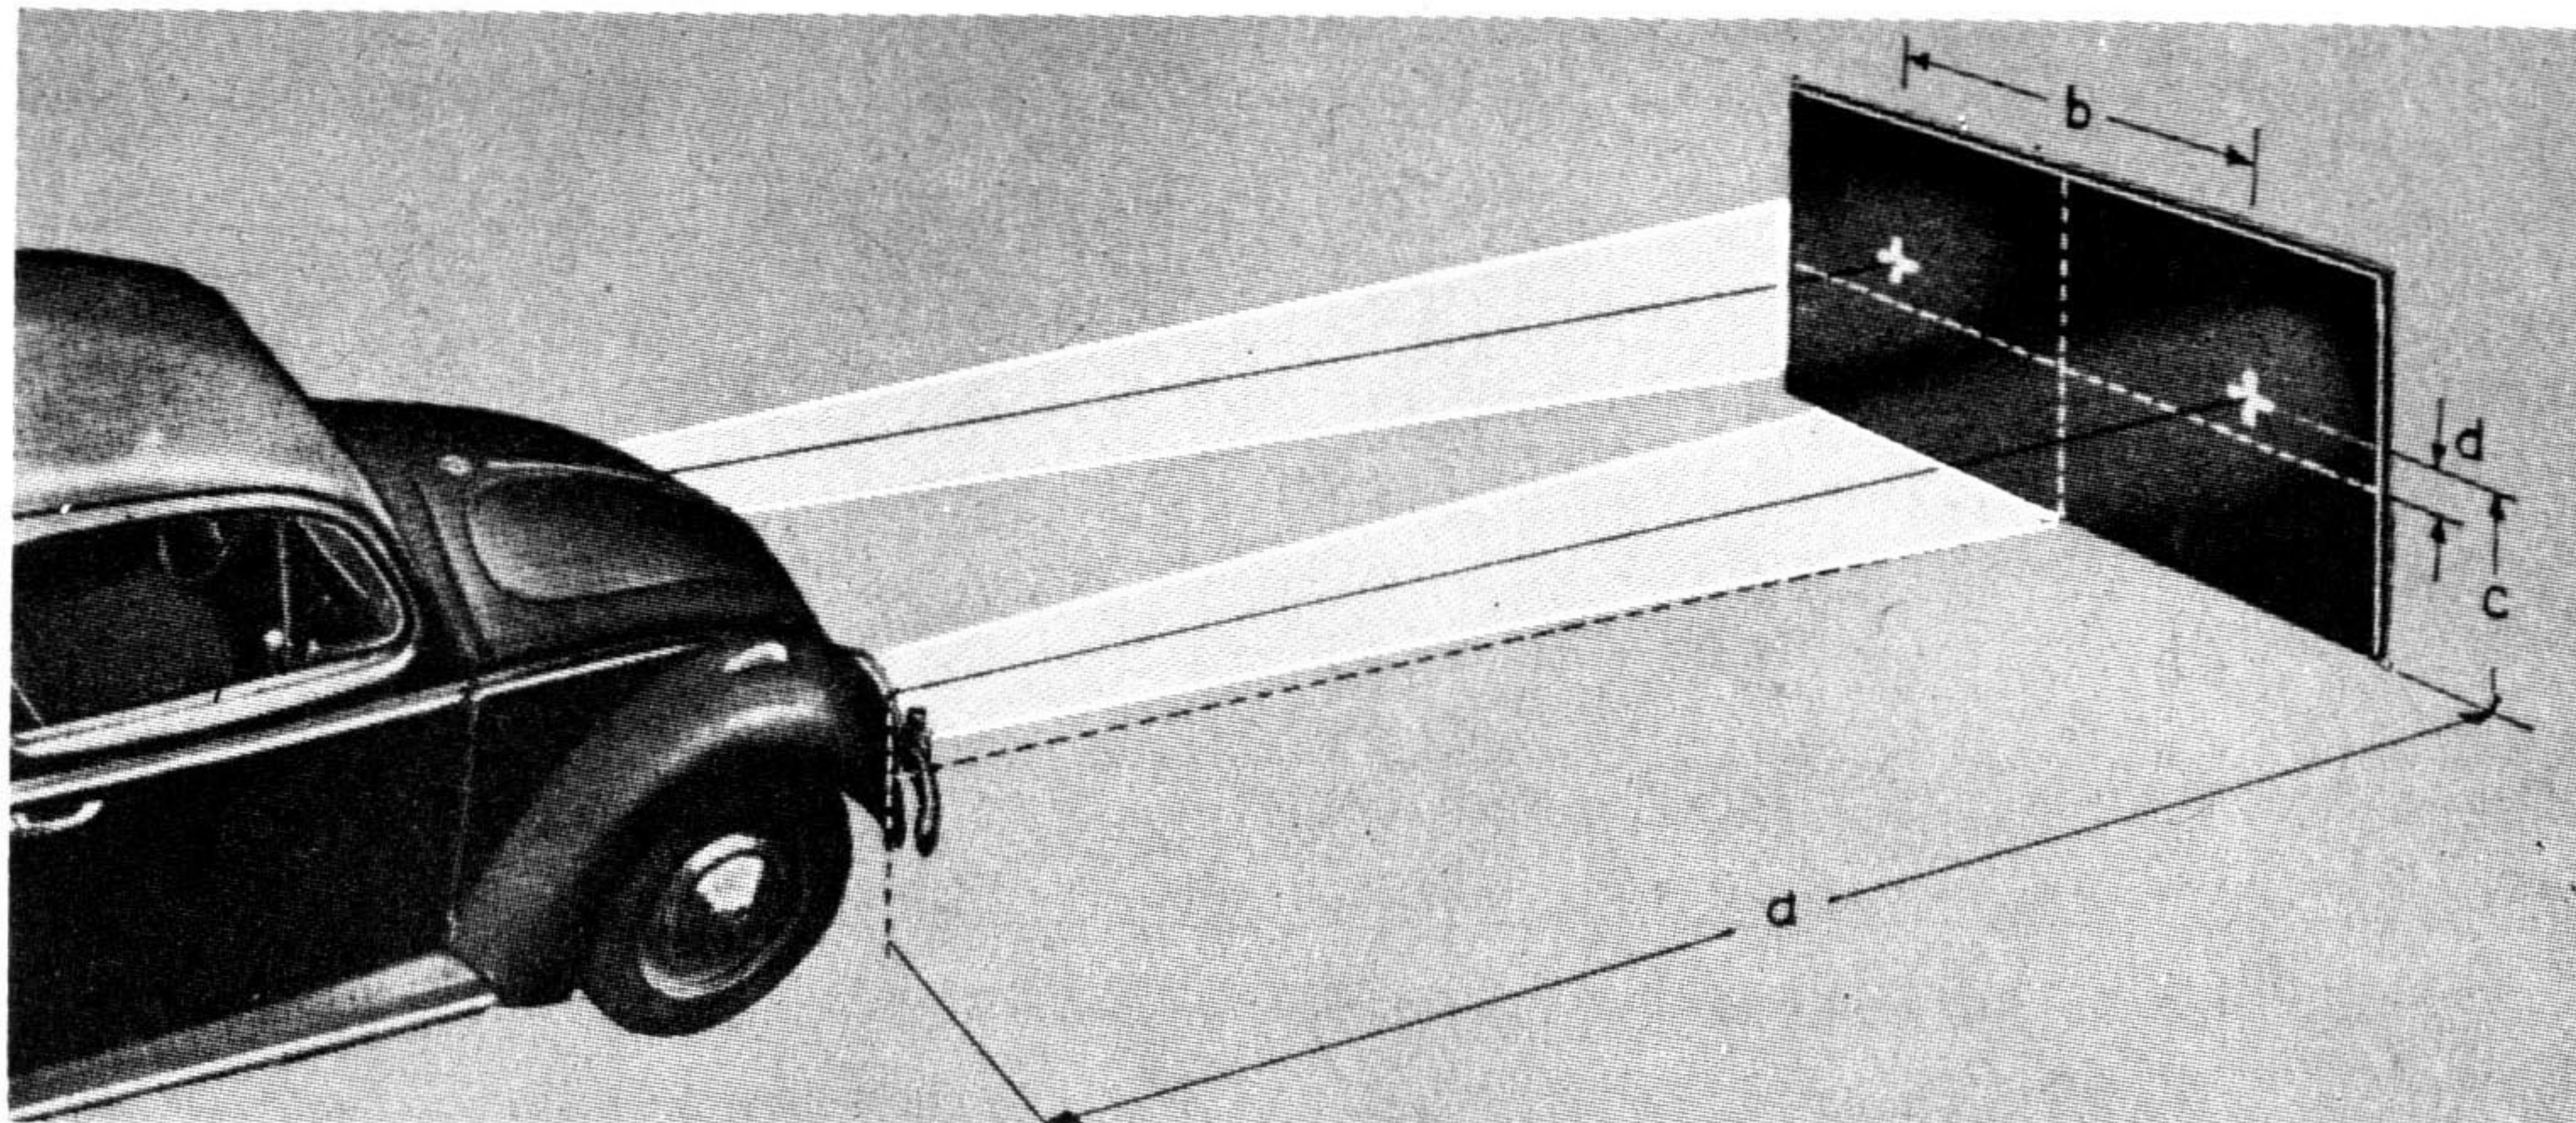

Fig. 12-S — Regulagem dos faróis
- 2) — Marque na parede duas cruzeiras, de acordo com as medidas dadas na fig. 12-S.